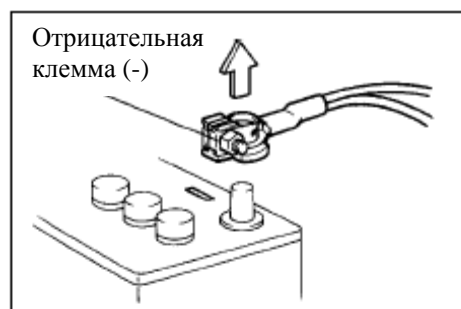
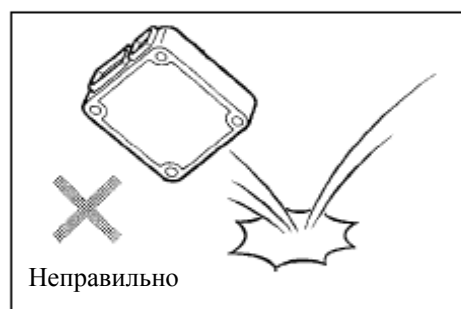

Рис.12
Рис.13
(1) Отсоединение кабеля клеммы аккумуляторной батареи
- a. Перед проведением технического обслуживания электронных узлов, отсоедините кабель отрицательной (-) клеммы аккумуляторной батареи для того, чтобы избежать короткого замыкания и перегорания узлов(рис.12).
(2) Работа с электронными узлами.
- c. Будьте аккуратны, чтобы не уронить электрические компоненты, такие как электронный блок управления или реле. Если они упали на твердый пол, их нельзя использовать, их необходимо заменить(рис.13).